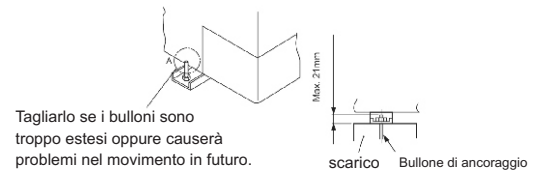

Fig.4.2 L'installazione dei bulloni di ancoraggio
- (1) Utilizzare la rondella in dotazione per fissare il dispositivo ai bulloni.
- (2) Al momento di serrare i bulloni dell'unità esterna, fissare la posizione dei fori come nella Fig. 4.2.